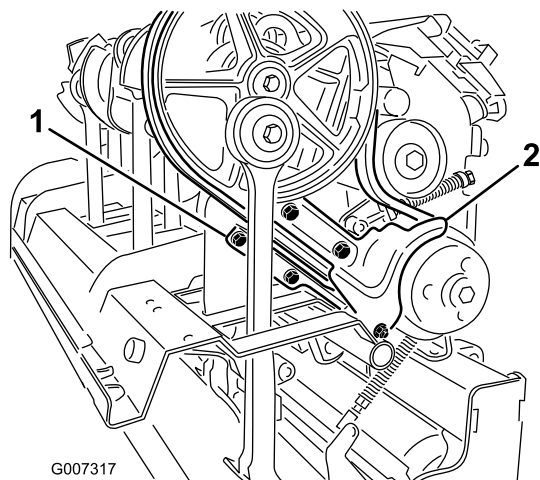

Figura 32
3. Remova os dispositivos de fixação do resguardo contra sujidade e resguardo inferior da correia (Figura 32) Remova o resguardo contra sujidade e o resguardo inferior da correia.